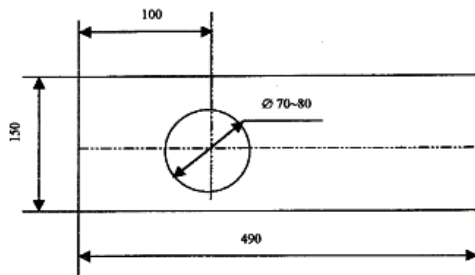

Рисунок 1
- ◆ После распаковки установите твердомер горизонтально на устойчивый рабочий стол. Отклонение от горизонтали не должно превышать 1 мм на 1 м. Просверлите отверстие в указанном месте стола (см. рисунок 1), чтобы обеспечить нормальную работу подъемного винта